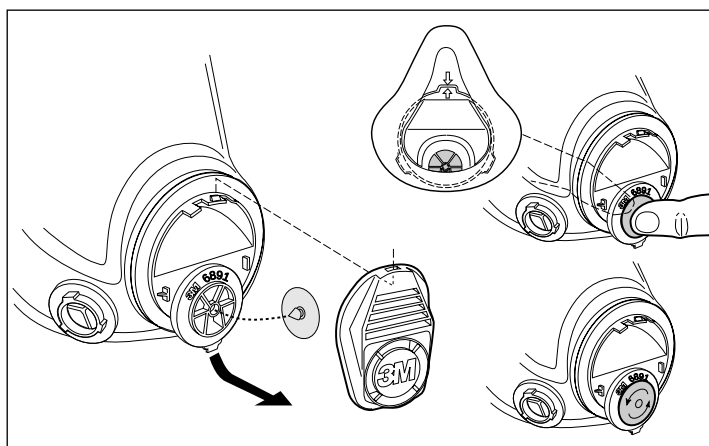

Fig. 10
• **Supapa de expirație (Fig. 10)**